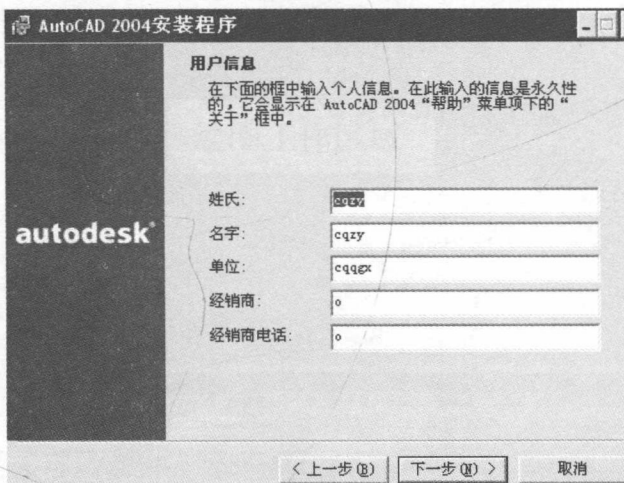

图 1-5
④单击【下一步】按钮，输入用户的姓名、单位以及经销商的名称和电话，如图 1-5 所示。